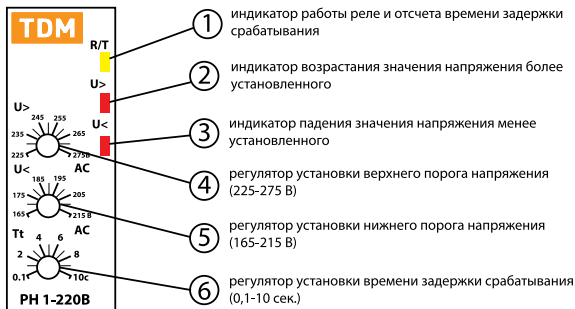

Рисунок 4. Лицевая панель реле PH 1
6.3. Реле имеет возможность регулировки значений верхнего и нижнего напряжений, а также времени его срабатывания. Текущее состояние реле отображается на 3-х индикаторах (рисунок 4).